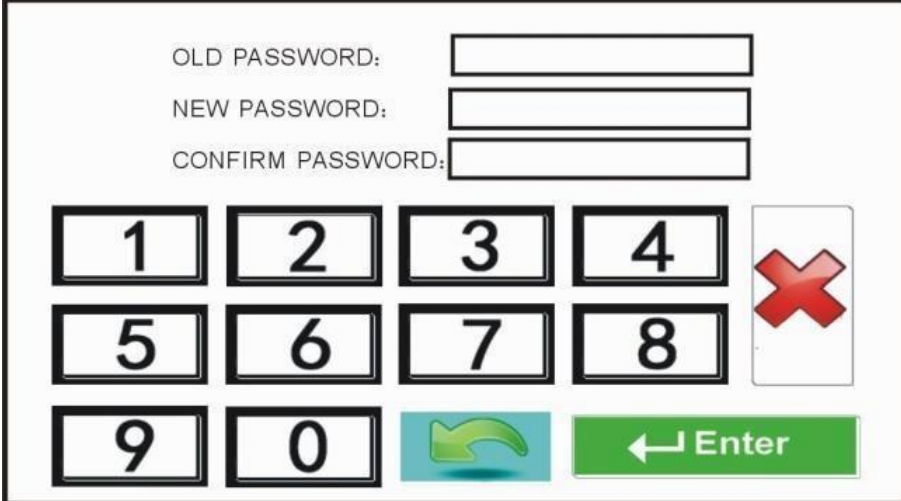

Рис. 4.30. Окно смены пароля пользователя
- e. **HELP TELEPHONE Nu** (телефонные звонки) в: 8608 — (2) — 10 (S), где 8608 телефонный номер службы экстренной помощи, (2) — число повторных наборов службы экстренной помощи, то есть всего дважды в данном примере, 10 (S) — длительность паузы в секундах между попытками набора телефонного номера службы экстренной помощи, то есть 10 секунд в данном примере.
6. В меню **SETTINGS** (системные настройки), нажав кнопку подменю **USER PASSWORD** (пароль пользователя) , вы попадаете в окно смены пароля пользователя. На Рис. 4.30 приведен внешний вид этого окна.